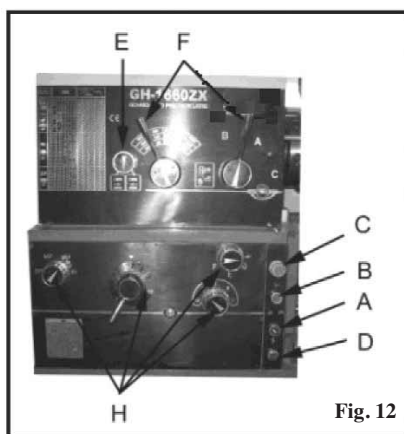

Fig. 12
Till-/frånkoppling av kylning: (A, fig. 12) Startar och stänger av kylpumpen.
Lampa för strömtillförsel: (D, fig. 12) Lyser när svarven är på.
(C, fig. 12) Stänger av alla funktioner på maskinen. (Observera: Svarven får dock fortfarande ström). Vrid medurs för att återställa.
Startknapp: (B, fig. 12) Tryck in och släpp den igen för att starta spindeln.
2. **Spindeldockans växelspakar:** (F, Fig. 12) Placerade upptill på spindeldockans framsida. Flytta spakarna åt vänster, eller höger, för att ställa in önskad spindelhastighet.
3. **Riktningsspak ledarskruv/matarspindel:** (E, fig. 12) Sitter på spindeldockans framsida, nere till vänster. Matarriktningen ändras med vredet. (Observera: Ändra inte vredets inställning när maskinen går.)
4. **Matarväljarspåk:** (H, fig. 12) Sitter på spindeldockans framsida. Används för att öka gängskärnings- och matarhastigheten.